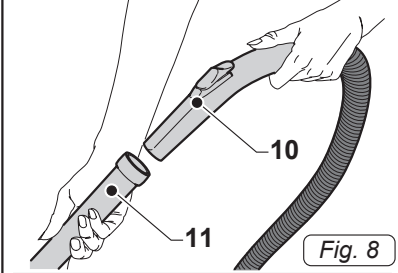

Fig. 8
- Agganciare all'impugnatura ergonomica (10 Fig.8) del tubo flessibile le prolungher rigide (11 Fig.8).